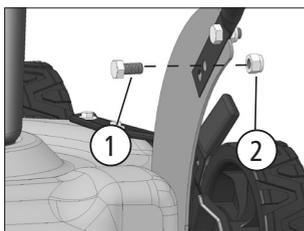
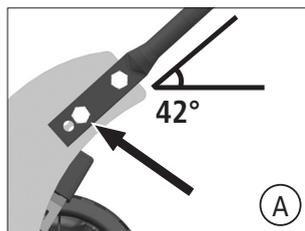
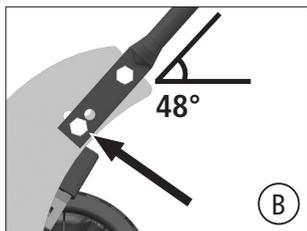
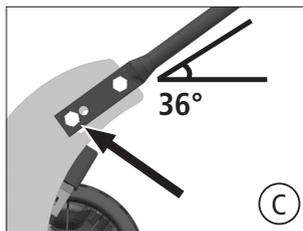

Fig. 11
Fig. 12
Fig. 13
Fig. 14
Para fazer a regulagem da altura do braço do cortador, remova o parafuso (1) e a porca (2), que prendem o braço inferior [Fig. 11]. Agora escolha uma das 3 alturas de regulagem "A" [Fig. 12], "B" [Fig. 13, pág. 06] e "C" [Fig. 14, pág. 06]. Após isso, insira o parafuso (1) e a porca (2) na posição escolhida e aperte-os firmemente.